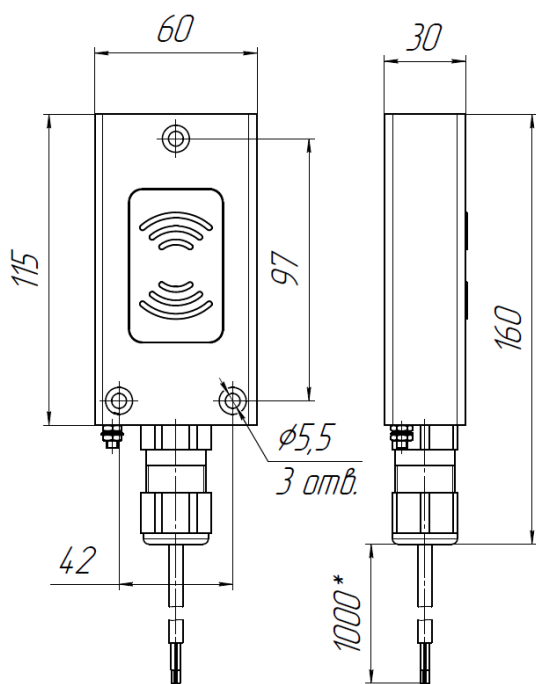

Рис.1 Габаритные размеры
Габаритные размеры, мм ( <a href="#">рис.1</a> )	115x60x30
5.3 Габаритные и установочные размеры считывателя показаны на рис.1